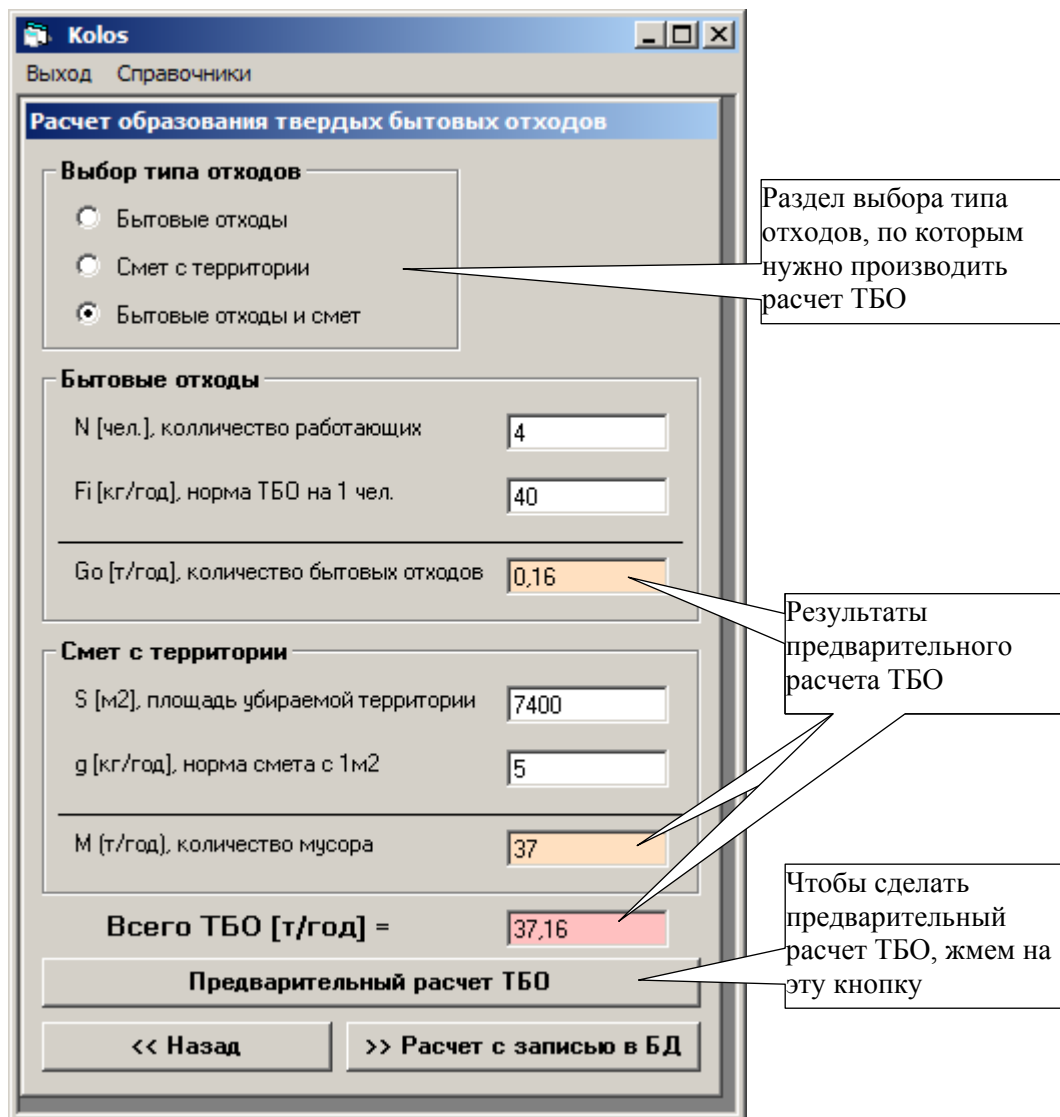

Рис. 15.
- Если мы выбрали расчет с ТБО, то после нажатия на кнопку ">> Расчет", произойдет запись всех внесенных в проект изменений и появится окно "Расчет образования твердых бытовых отходов" (Рисунок 15).
После того, как в окне "Ввод коэффициентов по проекту", мы выбрали расчет с ТБО и нажали на ">> Расчет", появится окно "Расчет образования твердых бытовых отходов" (Рисунок 15).
1. Если мы работаем с новым проектом, то после того, как на экране появится окно, нам нужно будет выбрать, включать - ли в расчет только бытовые отходы, только смет с территории или и то и другое. Для этого нужно выбрать соответствующий пункт в разделе "**Выбор типа отходов**" (Рисунок 15). После этого нужно заполнить поля числовыми значениями в соответствующих разделах окна.
Если нужно предварительно посмотреть предварительные расчетные значения расчета ТБО, то нажав на "**Предварительный расчет ТБО**" эти значения можно увидеть в итоговых полях окна (рисунок 15).